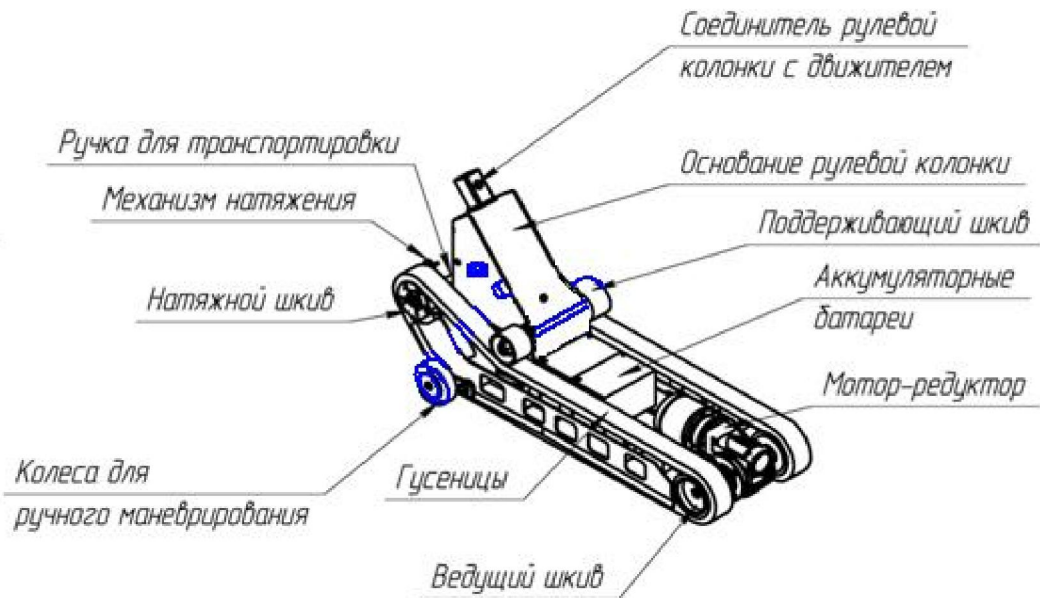

Рис.3. Подъёмный агрегат без защитного кожуха
| - гусеничный подъемный агрегат с установленным блоком аккумуляторных батарей (Рис.3) и с основанием рулевой колонки | 1 шт. |
Габариты (длина, ширина, высота, размер агрегата, размер рулевой колонки, Рис. 3а,4а)	Подъемный агрегат: 940х400х400 Рулевая колонка: 470*х250*х765* Общие габариты 1270*х640*х990*
Корпус машины	Рис. 3, 3а
Рис.3а. Габаритные размеры подъёмного агрегата
Транспортировка подъемника в разобранном виде может осуществляться вручную на небольшие расстояния или посредством операции разгрузки/ выгрузки. Агрегат должен транспортироваться используя соответствующие ручки (Рис.3)
3.6.4.1. Подъемный агрегат (Рис.3) выполняет функцию перемещения кресла-коляски с человеком по ступеням лестничных маршей. Подъемный агрегат закрытого типа, внутри которого размещен рабочий механизм с электрическим приводом.
На подъемном агрегате находится основание рулевой колонки (Рис.3), на которое через соединитель закрепляется рулевая колонка (Рис.4).
В нижней части подъемно агрегата расположены по два колеса с каждой стороны, с помощью которых можно перемещать подъемник, от места установки на него кресла-коляски с человеком, до лестничного марша (Рис.3)
3.6.4.4. Блок аккумуляторов (Рис.3) выполняет функцию автономного обеспечения электропитанием систем управления и электродвигателя рабочего механизма. Установлен на раме агрегата под пластмассовым обтекателем (Рис.1).